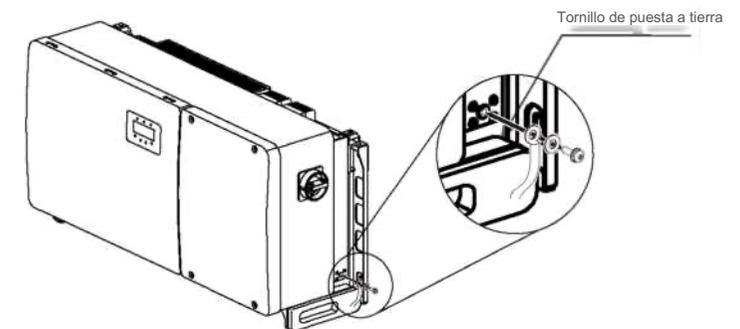

Figura 3.17 Cable fijo
- 6) Conecte el cable de conexión a tierra al punto de conexión a tierra en el disipador de calor y apriete el tornillo de conexión a tierra, el par de apriete es de 7.4 a 8.9 ft-lbs (vea la figura 3.17).